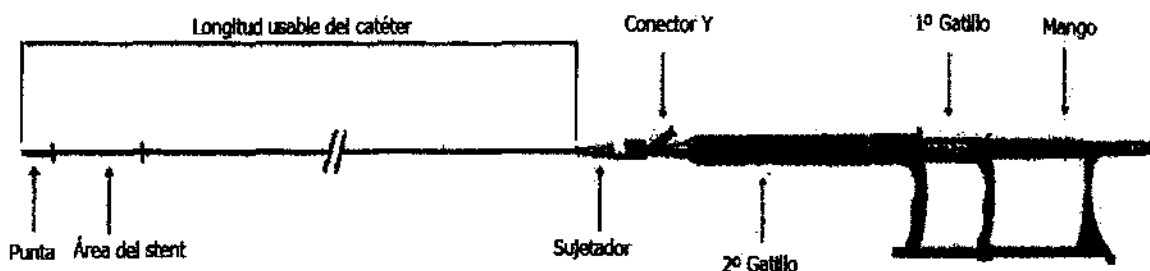

Figura 2
2. Un sistema de entrega como se muestra en la Figura 2 compuesto por un tubo interno ensamblado que contiene la guía lumen, una vaina de entrega y un sistema de estabilización de la vaina, los cuales están unidos entre sí por medio de un mango. La guía lumen termina distalmente en una punta atraumática y se origina proximalmente en un eje luer diseñado para aceptar una guía compatible.